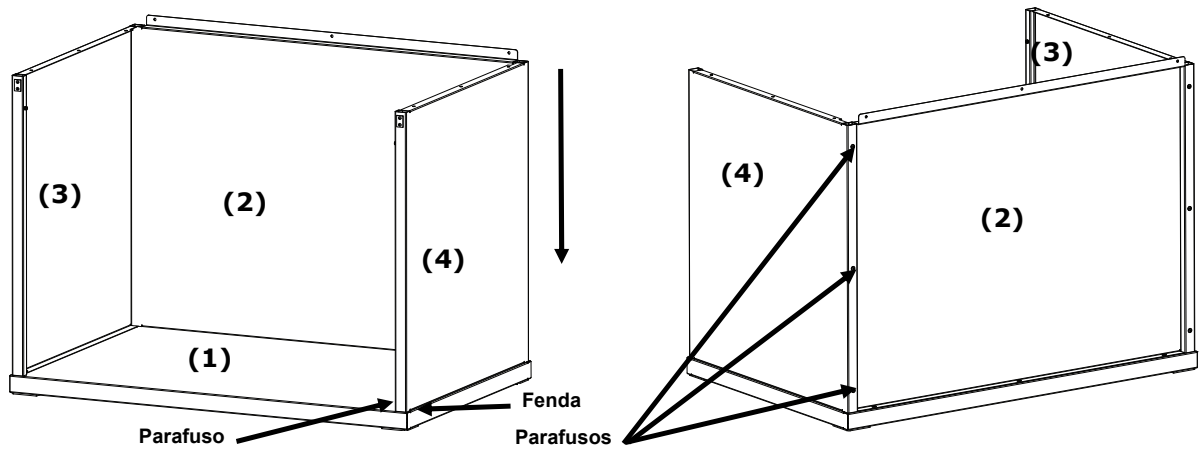

Figura 4. Painel direito nos painéis traseiro e inferior
5. Posicione o painel direito (4), com o lado liso voltado para fora, sobre a borda superior do painel traseiro (2).
6. Deslize o painel direito (4) para baixo ao longo da canaleta de interconexão até que a aba frontal do painel direito (4) se encaixe no painel inferior (1). Fixe o painel direito (4) aos painéis inferior e traseiro prendendo-o com quatro parafusos conforme ilustrado na Figura 4.